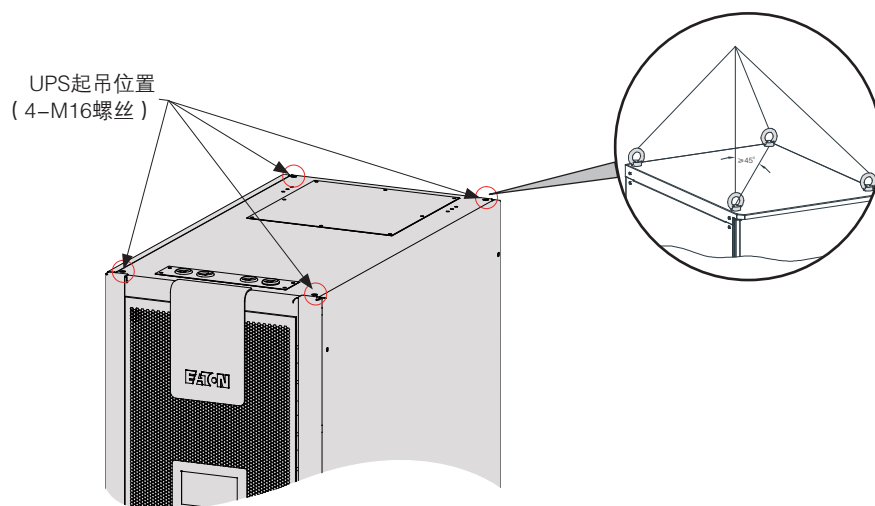

图4-9：起吊示意
1. 用起吊装置将 UPS 吊装到准确的安装地点（UPS 吊装点详见 图 4-9）；